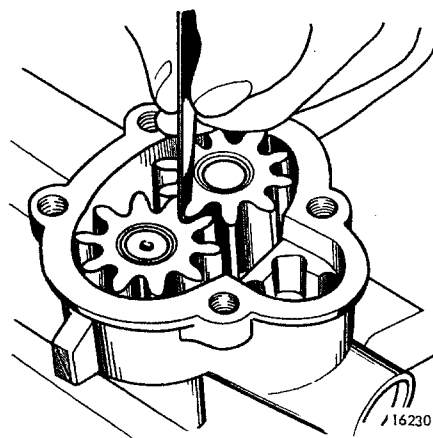

Fig 01-64. Mätning av flankspelet
3. Kontrollera om kugghjulens flanker, toppar och ändplan är slitna. Skadade eller slitna kugghjul byts ut. Kontrollera kuggflankspelet se fig 01-64.